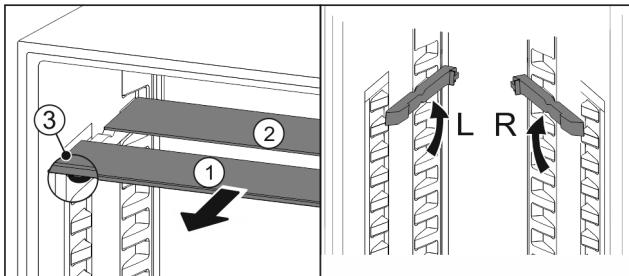

Fig. 97
- Посьуньте Fig. 97 (1) скляну панель вперед.
- ▷ Скляна панель Fig. 97 (1) з декоративною планкою лежить спереду.
- ▷ Стопори Fig. 97 (3) показують вниз.